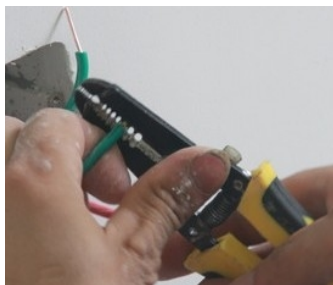

图6-9 电源线处理
- 2) 将底盒内的导线按顺时针方向盘绕，剥线长度合适，不能划伤线芯，要求安装后，线芯不得外露，如图6-9所示。